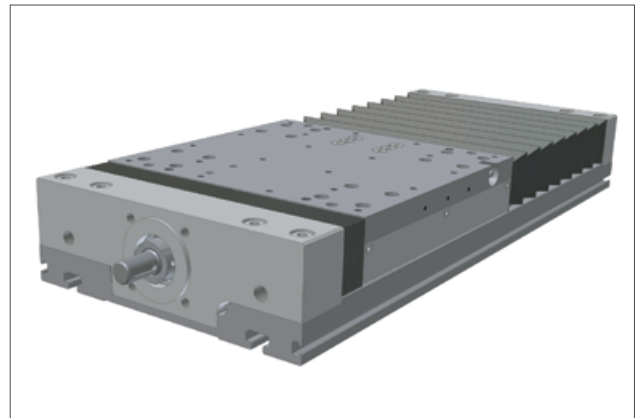

Bild 5.10 — AXLT mit Faltenbalg
- Optimaler Schutz der innenliegenden Führungs- und Antriebselemente sowie der induktiven Endschalter durch den optionalen Einsatz von Faltenbälgen (Bild 5.10)